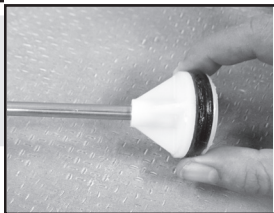

Figura 3
3. Inspeccione la junta tórica. Si está desgastada o dañada, quítela y reemplácela. Lubrique con vaselina. **(Vea la figura 3).**